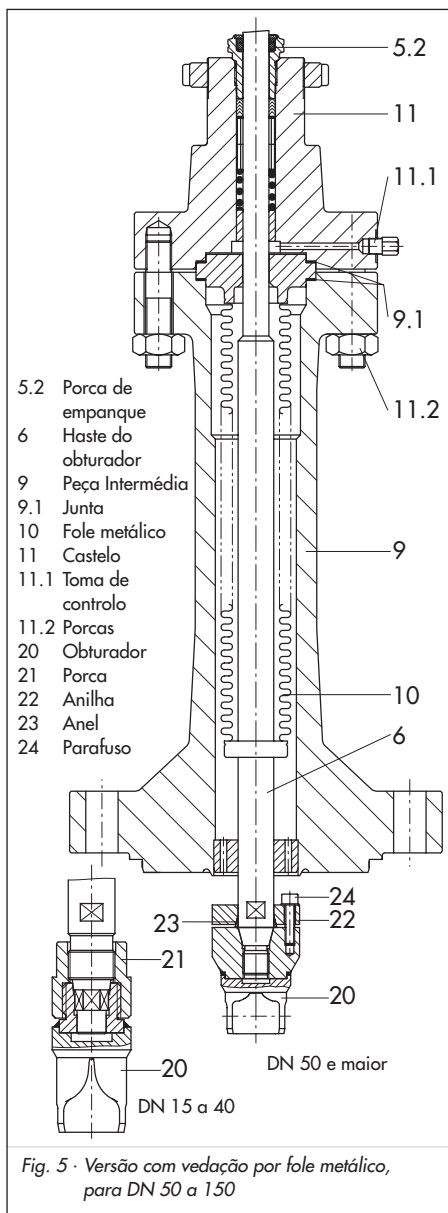

Fig. 5 · Versão com vedação por fole metálico, para DN 50 a 150
As versões com vedação por fole metálico (Fig. 5) incluem uma toma de controlo (11.1), na flange superior para verificar a estanqueidade do fole. Recomendamos que instale um indicador de fugas adequado na toma de controlo, tal como um manómetro de contacto, uma purga num reservatório aberto ou uma janela de inspecção.
O fole metálico (10) só pode ser substituído em conjunto com a haste do obturador. Para isso, siga as instruções descritas na secção 5.1.2 (Fig. 5).